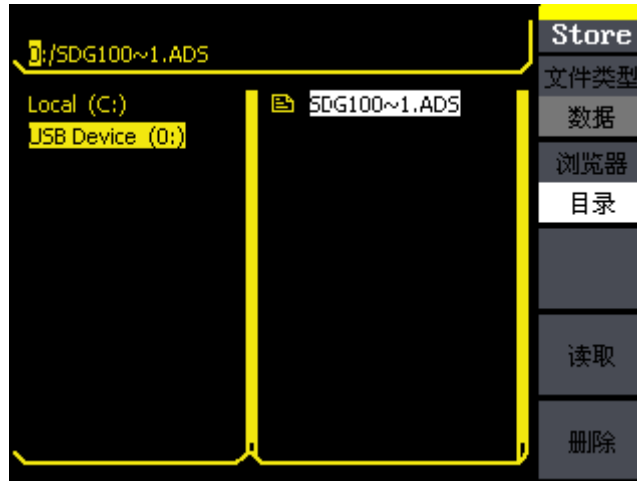

图 2-38 固件升级界面-目录选择
- ①. 把待升级的.ADS 文件包拷贝到 U 盘；
- ②. U 盘插入设备的前面板的 USB Host 接口；
- ③. Utility → 1/2 (下一页) → 固件升级；
- ④. 浏览器选择“目录”，文件类型“数据”，按方向键↓，选择 USB Device (A) 如图 2-38 所示；